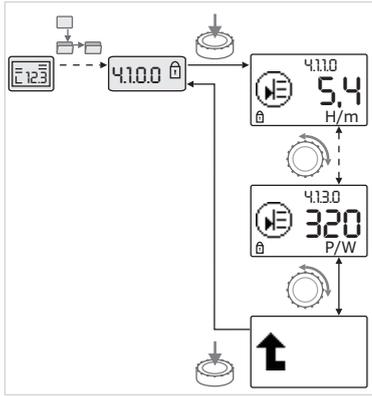

Fig. 46: Solicitud de información
- Gire el botón de mando para acceder a elementos de menú del tipo «Información» del submenú actual (véase la Fig. 46). Para obtener una explicación de los ajustes representados por símbolos, véase la tabla del capítulo 8.7 «Referencia de elementos de menú» en la página 39.